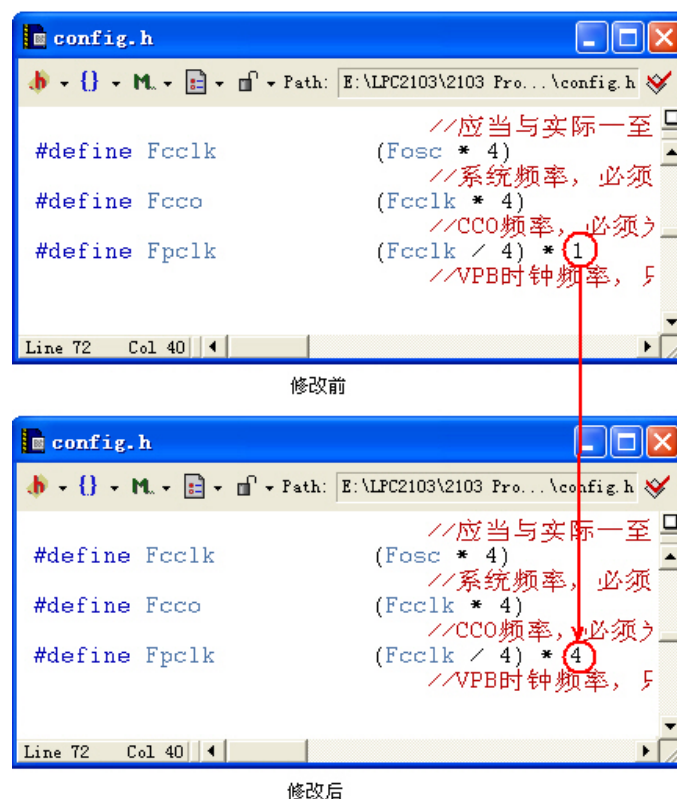

图 4.5 修改配置文件 config.h
- 首先设置 F_{pclk} 等于 F_{cclk} (约 44MHz), 如图 4.5 所示。